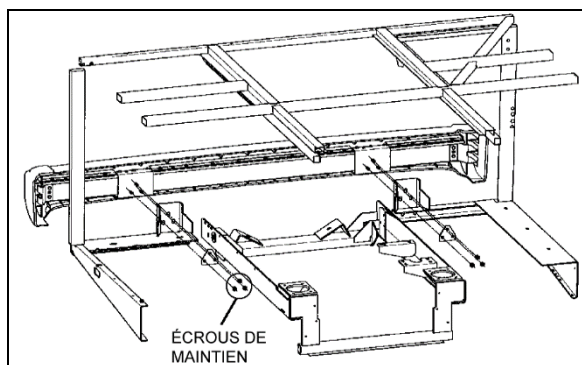

FIGURE 12: PARE-CHOCS ARRIÈRE 18501
1. Enlever les six écrous (trois de chaque côté) qui fixent l'ensemble du pare-chocs au véhicule et retirer le pare-chocs (Figure 12).